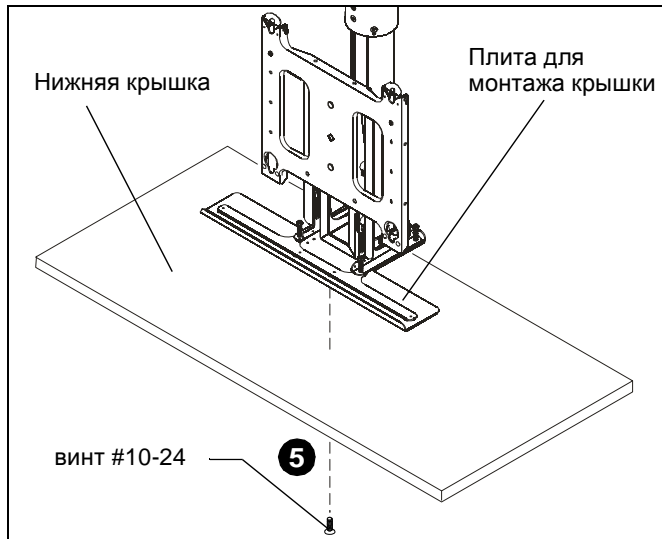

рис. 25
5. Закрепите нижнюю крышку на монтажной панели с помощью винтов #10-24 длиной минимум 1 дюйм плюс толщина потолочного материала (не входят в комплект поставки). (см. рис. 25)